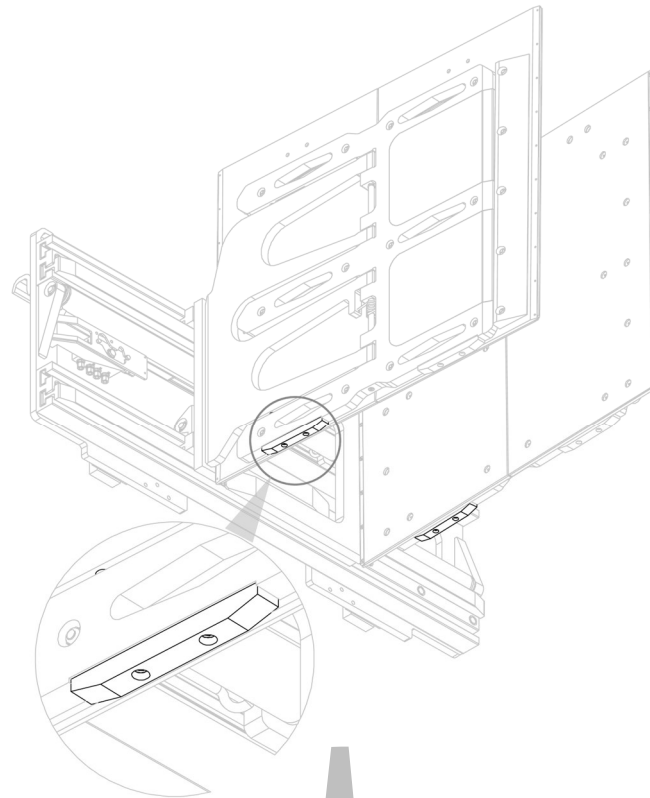
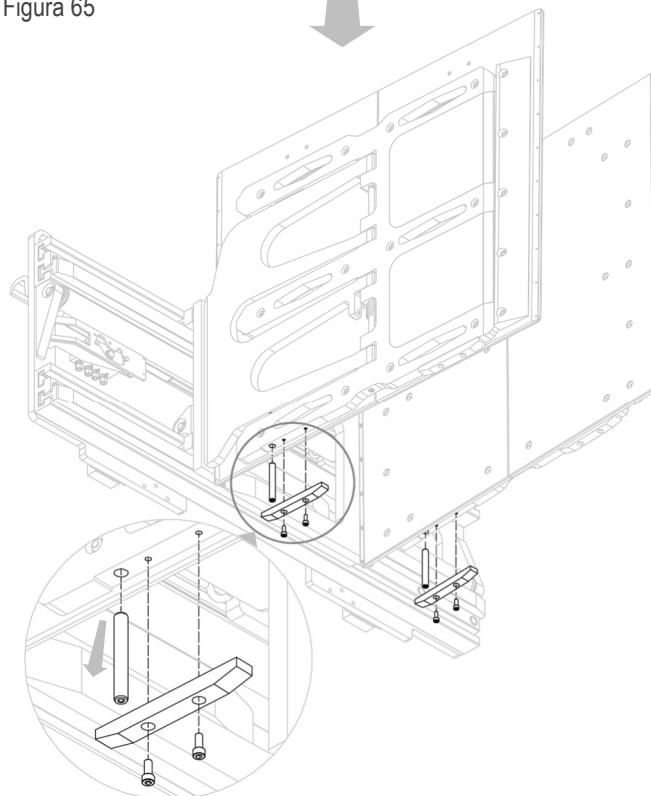

Figura 65
Figura 66
3. Extraer, uno a uno, los pernos inferiores del tope de oscilación, después de haber retirado temporalmente los patines antideslizamiento. (ver *Figura 65* y *Figura 66*).